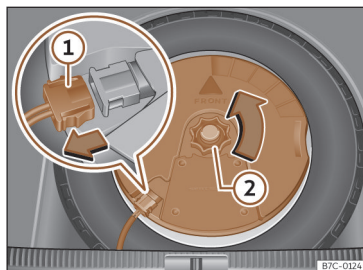

Fig. 206 Na bagageira: desmontar o subwoofer.
- Desligue o cabo do altifalante subwoofer >>> **Fig. 206 ①.**
- Rode a rodinha de fixação no sentido contrário ao dos ponteiros do relógio >>> **Fig. 206 ②.**